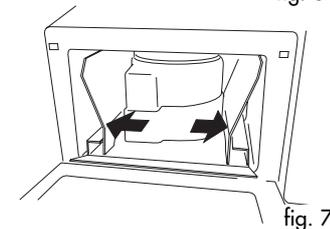

fig. 7
- Premere le pareti verticali verso l'esterno dove indicato dalle frecce (fig. 7).